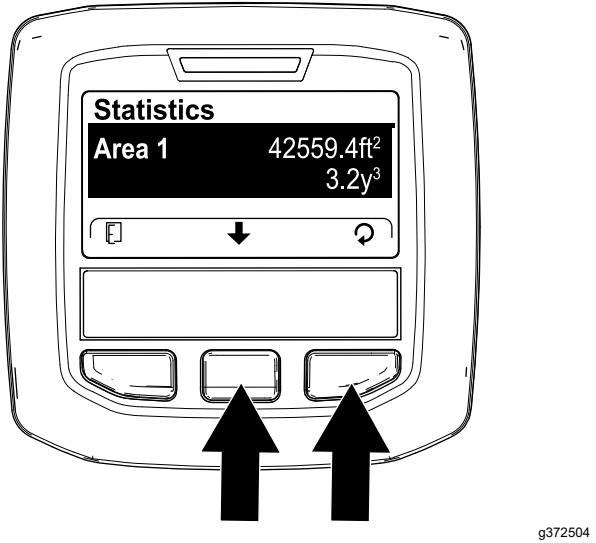

Figure 106
- Dans l'écran STATISTICS (statistiques), appuyez sur le bouton central de l'InfoCenter jusqu'à ce que l'option AREA 1 (zone 1) soit sélectionnée (Figure 106).